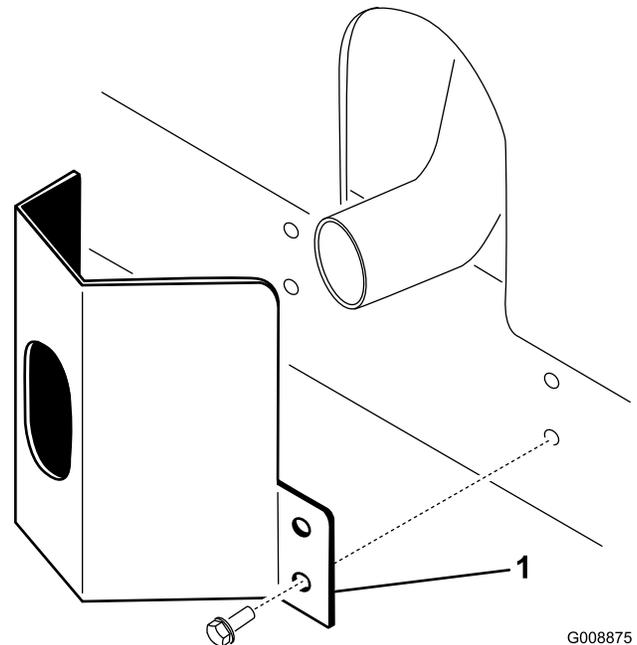

Figura 7
1. Collocate la protezione della marmitta attorno al silenziatore, allineando contemporaneamente i fori di fissaggio con i fori nel telaio (Figura 7).
2. Fissate la protezione della marmitta sul telaio con quattro viti autofilettanti (Figura 7).